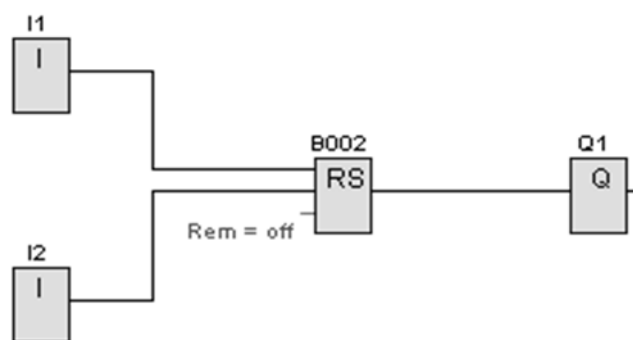

Рисунок 1.6 – Коммутационная программа для тестирования RS-триггера
Необходимо протестировать работу RS-триггера (реле с защелкой), выбрав его из списка «Специальные функции» (SF) (рисунок 1.6).